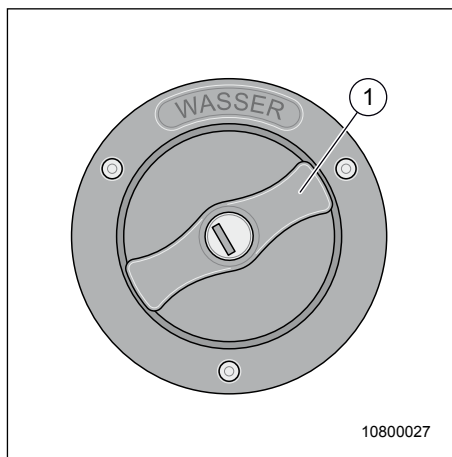

Fig. 57 Vattenpåfyllningsrör
Färskvattentanken är placerad på din Carthago-husbils högra sida. Vattenpåfyllningen (Fig. 57, pos. 1) är märkt med texten "Wasser" (vatten). Låset öppnas med bilens nyckel.
1. Sätt in nyckeln i låset (Fig. 57, pos. 1) och vrid ett kvarts varv moturs. Dra ut nyckeln.
2. Sätt nyckeln i låset (Fig. 57, pos. 1) och vrid ett kvarts varv medurs.
7. Stäng vattenpåfyllningsröret (Fig. 57).